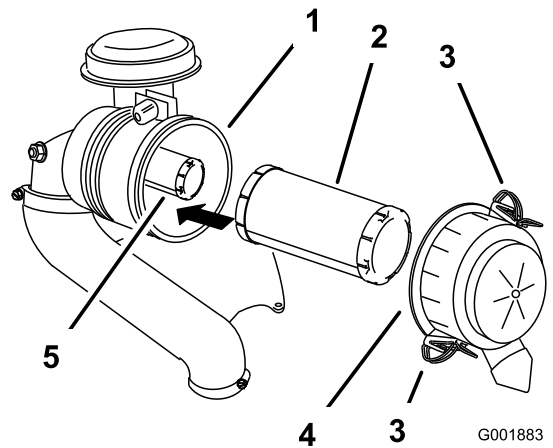

Figure 43
3. Déverrouillez le filtre à air et détachez le couvercle du boîtier du filtre (Figure 43).
5. Sortez le préfiltre du boîtier du filtre avec précaution (Figure 43).
- Si vous remplacez l'élément interne, insérez-le avec précaution dans le boîtier du filtre (Figure 43).
- Glissez ensuite le préfiltre sur l'élément de sécurité avec précaution (Figure 43).
- Remettez en place et verrouillez le couvercle du filtre à air (Figure 43).